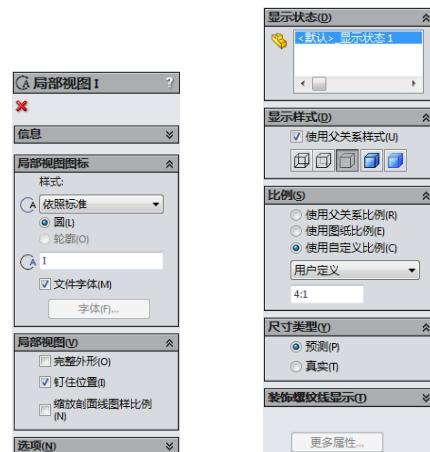

图 8-33 “局部视图”属性管理器
2. 局部视图属性。在工程图中生成新的局部视图, 或选择现有局部视图时, 会出现如图 8-33 所示的“局部视图”属性管理器, 其各选项的含义如下: